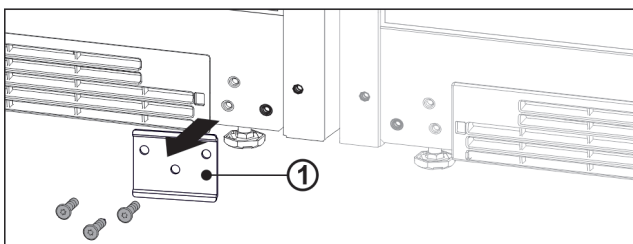

Fig. 13
- Se è integrata la lamiera Fig. 13 (1), svitarla.